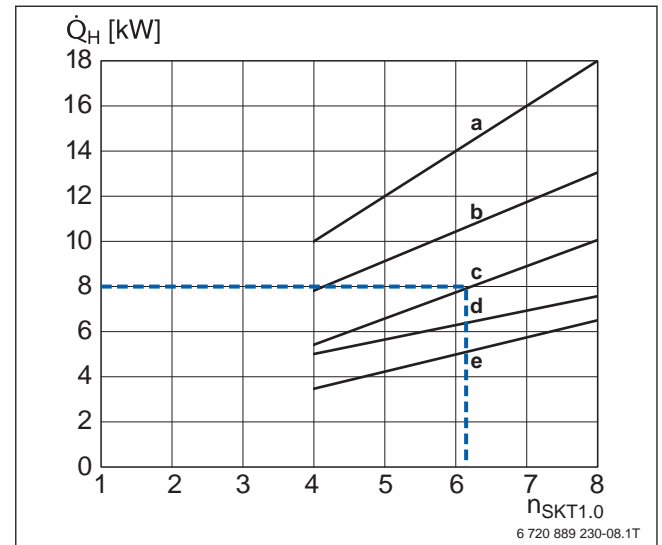
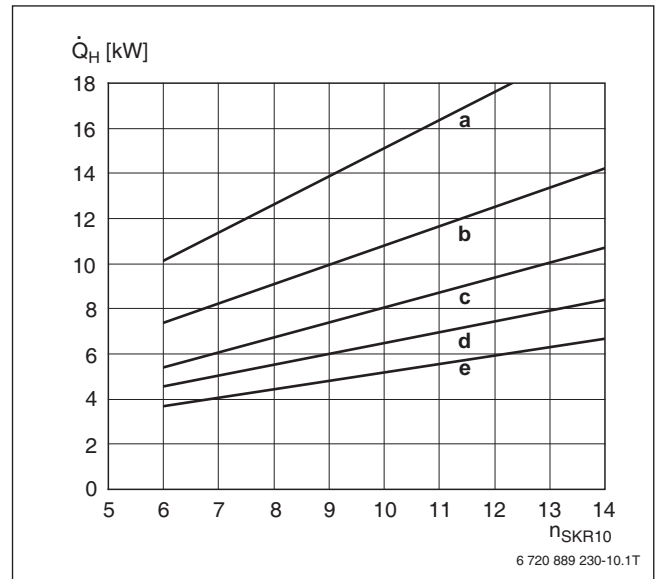

Bild 130 Diagramm zur überschlägigen Bestimmung der Kollektoranzahl Logasol SKT1.0 für Warmwasserbereitung und Heizungsunterstützung (Beispiel hervorgehoben)
Bild 132 Diagramm zur überschlägigen Bestimmung der Anzahl Logasol SKR10 CPC für Warmwasserbereitung und Heizungsunterstützung
Für die Warmwasserbereitung ist in den Diagrammen in Bild 130 ... Bild 132 der mittlere Warmwasserbedarf eines 4-Personen-Haushalts mit 50 l pro Person und Tag angenommen worden.
Die Diagramme in Bild 130 ... Bild 132 basieren auf einer Beispielrechnung mit folgenden Anlagenparametern:
- Nach Diagramm in Bild 130, Kurve c, sind 6 Hochleistungs-Flachkollektoren Logasol SKT1.0 erforderlich.